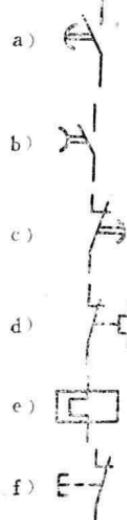

图 1
- (1) 带动合(常开)触点按钮;
- (2) 行程开关动合(常开)触点;
- (3) 行程开关复合触点;
- (4) 熔断器;
- (5) 接触器动合(常开)触点;
- (6) 中间继电器动断(常闭)触点。
7. 根据图1所示电器元件的图形符号, 写出该电器元件的文字符号和名称。